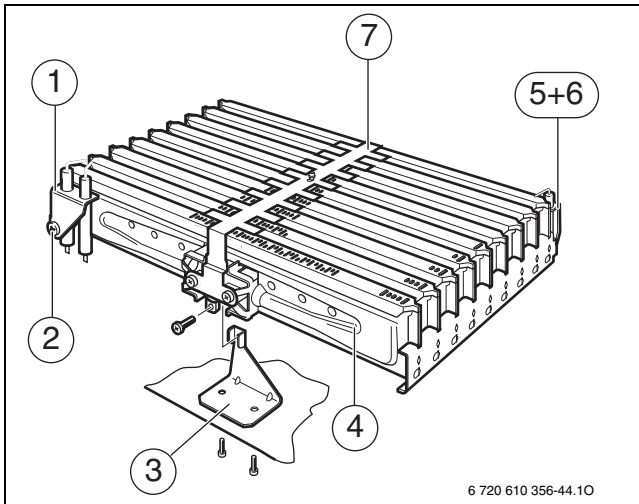

Fig. 49 Corp arzător
- ▶ Scoateți cu precauție conectorul electrodului de aprindere (1) (→ Fig. 49).
- ▶ Se scoate cu atenție ștecherul de la electrodul de supraveghere a arderii (5).
- ▶ Se deșurubează consola de susținere (3).
- ▶ Se desface piulița olandeză de sub arzător și se scoate cu atenție unitatea constructivă a arzătorului (4).